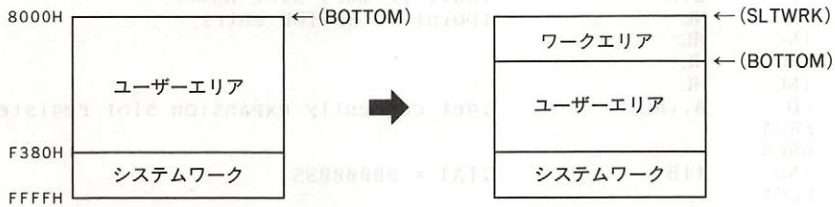

図5.52 ワークエリアの確保
- (1)カートリッジ自体に RAM をのせてしまう(最も安全確実な方法)。
- (2)必要なワークエリアが1バイトあるいは2バイトならば SLTWRK (FD09H~)の自分に対応する2バイトをワークとして使用する。
- (3)必要なワークエリアが3バイト以上ならば BASIC で使用する RAM から確保する。具体的には、まず BOTTOM (FC48H)の内容を SLTWRK (FD09H~)の対応するエリアに書き写し、BOTTOM の値を必要なワークエリア分増やし、そこをワークエリアとして確保する(図 5.52)。